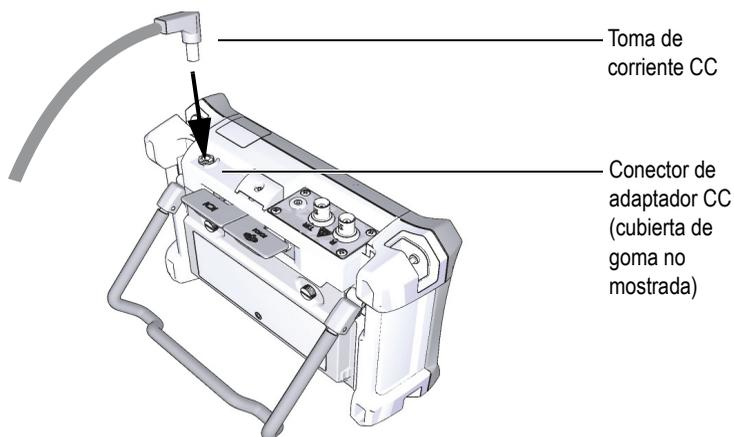

Figura 1-9 Conexión de la toma de corriente CC
3. Conecte el cable de alimentación de CC del cargador/adaptador de CA al conector del adaptador (véase la Figura 1-9 en la página 25).